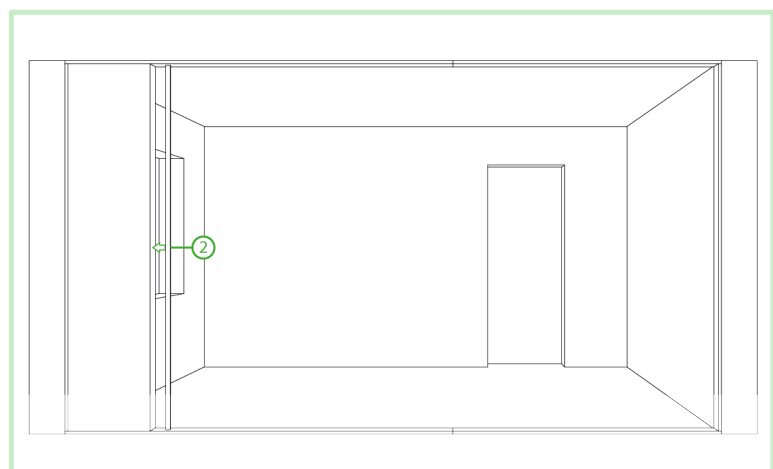

Abbildung 16: Fixieren des C3W-Sandwichlements durch den nächsten Verbinder
Durch das Einsetzen des nächsten Verbinders (2) wird das Sandwichelement fixiert (Abb.16).